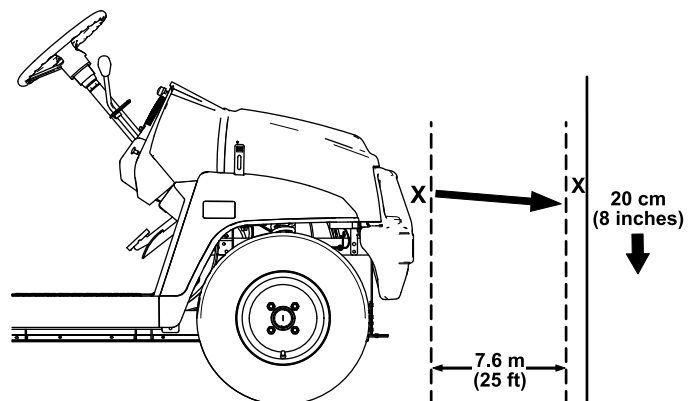

Figure 40
- Garez la machine sur une surface plane et horizontale avec les phares à environ 7,6 m (25 pi) devant un mur (Figure 40).
La partie la plus brillante du faisceau doit se trouver 20 cm (8 po) en dessous du repère que vous avez fait sur le mur (Figure 40).